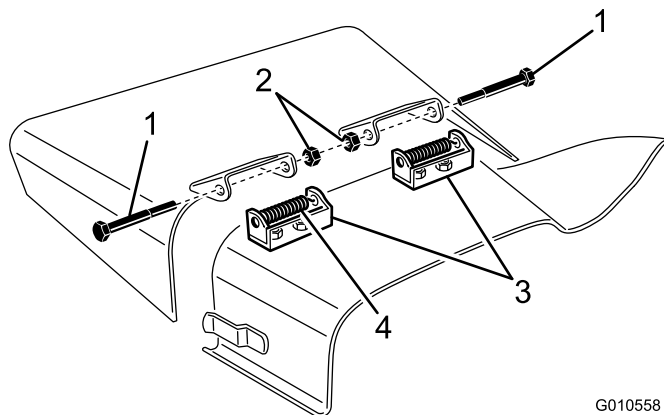

Bild 27
die Befestigungen des Ablenkblechs an den Schwenkhalterungen befestigt sind (Bild 27).
3. Entfernen Sie die Schlossschrauben und die Muttern, um die Schwenkhalterung abzunehmen (Bild 27).